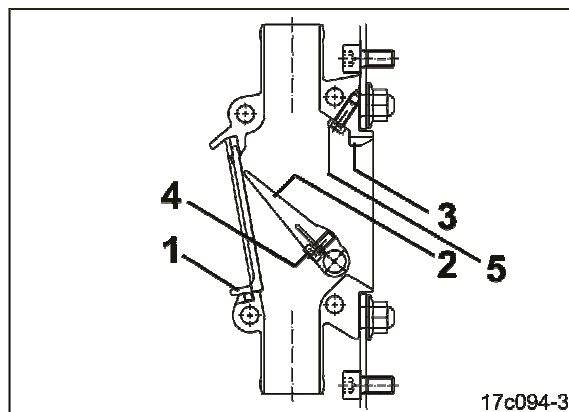

Fig. 176
2. Skyv monteringsvinduet (Fig. 176/1) oppover og ta det ut av klaffkassen forover.
3. Trykk klaffen (Fig. 176/2) mot anslaget (Fig. 176/3) og skru den på akselen. Unbrakoskruen (Fig. 176/4) må ikke trekkes til for hardt, for å unngå at klaffen deformeres.
4. Skru låseskruen (Fig. 176/5) spenningsfritt inn slik at klaffen uhindret kan passere skruhodet.